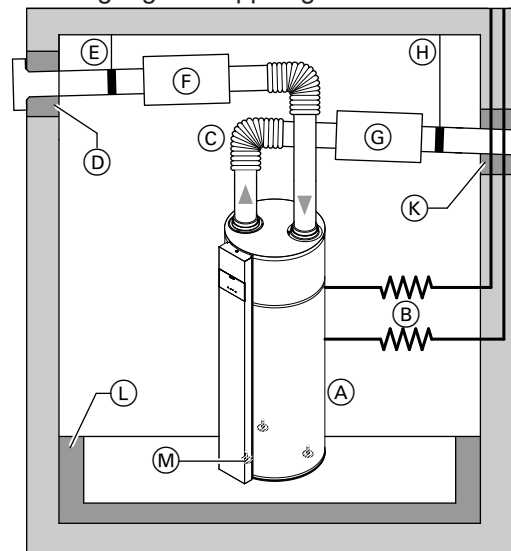

Abb. 10
- Leitungen, Wanddurchführungen und Anschlüsse an die Warmwasser-Wärmepumpe können zur Geräuschreduzierung schwingungsgedämpft ausgeführt werden: Siehe Abb. 10.